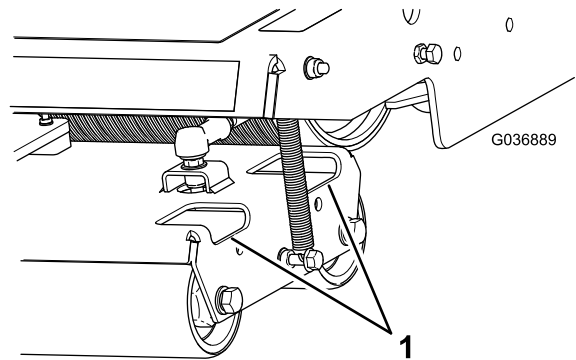

Figura 39
2. Elimine la suciedad y los residuos de los rodillos cuanto sea necesario, rociando agua a través de los orificios en los alojamientos de los rodillos (Figura 39).